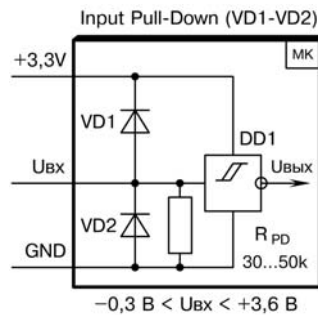

Рис.21
- **Input Pull-Down (рис.21, 22)** – цифровой вход с привязкой к «земле»;